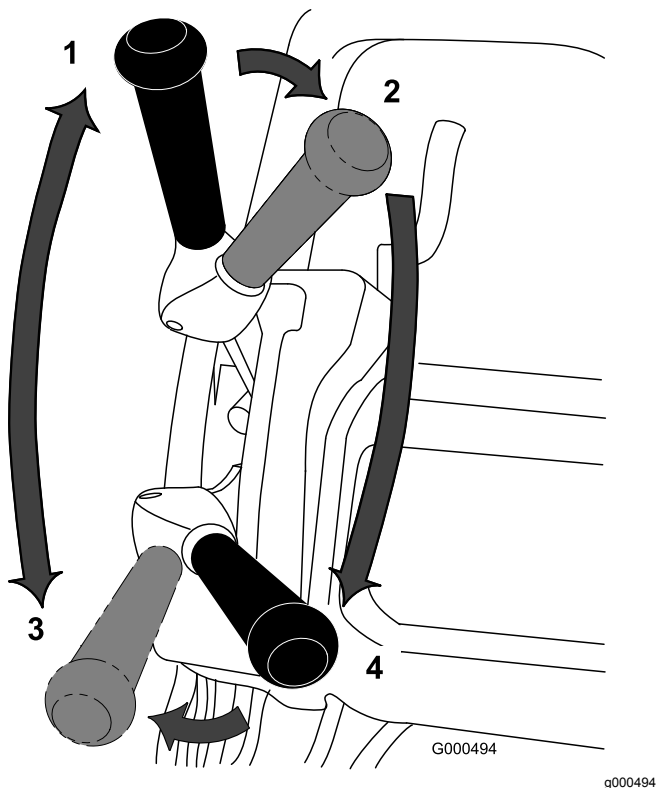

图38
1. 启动发动机将油门设置为低速向下推动手柄以提起滚刀组压低操作员到位控制装置将牵引和滚刀驱动接合杆移至前进行驶位置使机器行驶到果岭的环圈上 图38。
2. 将接合杆移至空档位置 图38。
- 将接合杆移至牵引——空档位置和滚刀驱动——分离位置 图38。
- 将牵引杆移至牵引——前进和滚刀驱动——接合位置 图38 增加油门速度直至机器按照所需的地面行驶速度行驶将机器行驶到果岭上将滚刀组放低到地面上然后开始剪草。